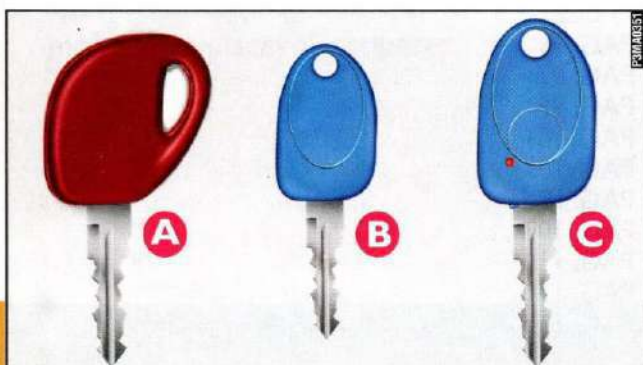

fig. 1
- una chiave **A**-fig. 1 e due chiavi **B**;